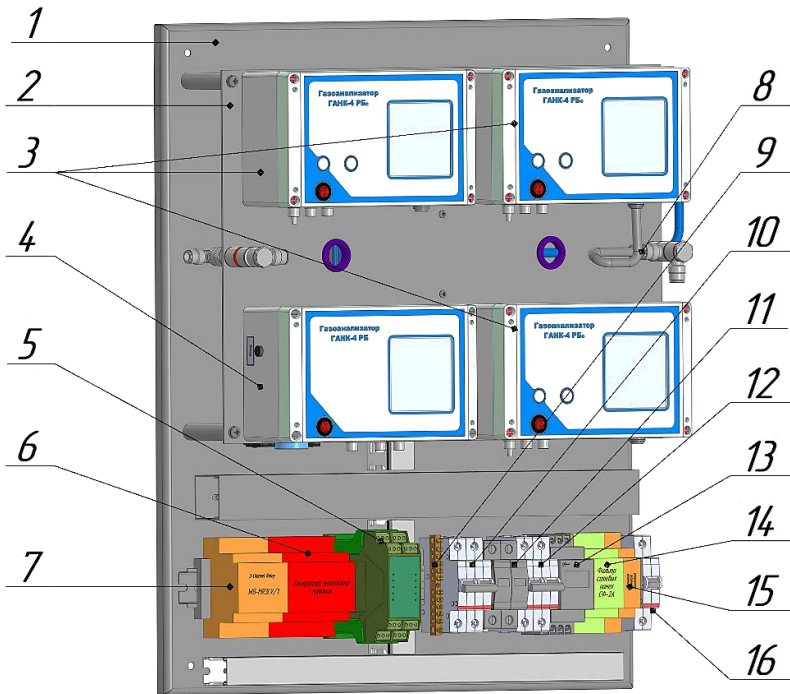

Рисунок 6 - Состав монтажной панели оборудования Поста
- включить вводной автоматический выключатель (поз. 10, Рисунок 6) – перевести выключатель в верхнее положение;
- включить автоматический выключатель питания АКБ (поз. 16) и, при необходимости, кондиционера (поз. 12, Рисунок 6);
После транспортировки или хранения при температурах ниже $+5^{\circ}\text{C}$ не рекомендуется включать питание газоанализаторов в течении 4 часов после присоединения Поста к сети 220 В и включения вводного автомата (поз. 10, Рисунок 6).